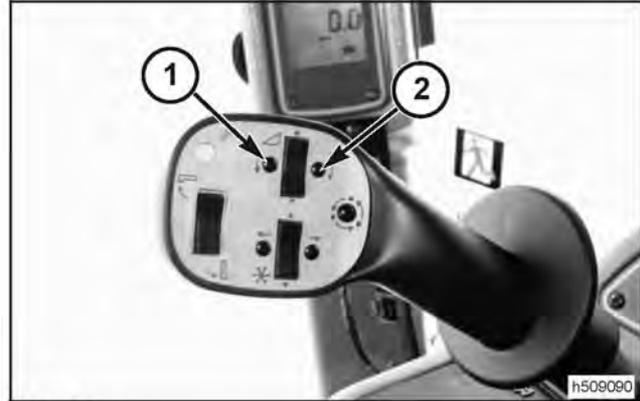

FIG. 90
FIG. 90: Cuando el botón izquierdo (1) es presionado, el cabezal se inclinará hacia la izquierda. Presionando el botón (2) derecho, el cabezal se inclinará hacia la derecha. Cuando se suelta el interruptor el cabezal se detendrá en la posición alcanzada.